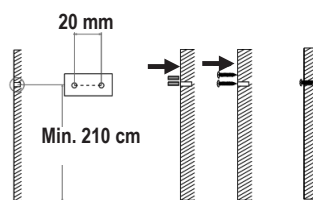

Fig. 1
2. Contrassegnare sulla parete i fori di montaggio. (Fig. 1)